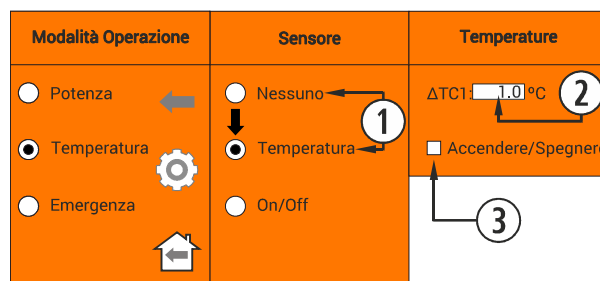

Figura 11
①	Utente accende la stufa manualmente.
②	Temperatura obiettivo selezionato nel menù principale
③	$\Delta TC1$ per difetto 1°C (vedere figura 11).
④	Cambia a livello 1 (minimo).
⑤	Cambia a livello 9 di funzionamento.
⑥	Utente cambia la stufa manualmente.
②	Temperatura obiettivo selezionato nel menù principale.
③	ΔTC_1 per difetto 1°C (vedere figura 11).
⑥	ΔTC_{OFF} Differenza di temperatura per lo spegnimento.
⑦	Spegnimento di stufa per temperatura ambiente.
⑧	ΔTC_{ON} Differenza di temperatura per accensione.
⑨	Accensione per richiesta di temperatura.